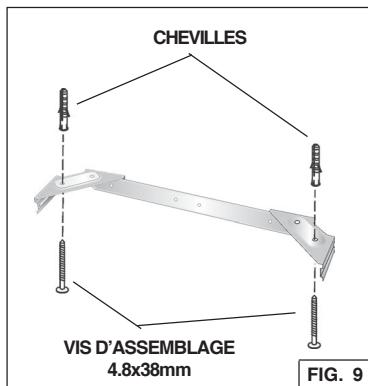

FIG. 9
3. Fixez l'assemblage du support au plafond au moyen de deux (2) vis de montage de 4.8x38mm et des chevilles (Fig. 9). Vérifiez que le support est enfoncé dans le mur adjacent et qu'il est centré au-dessus de la hotte.